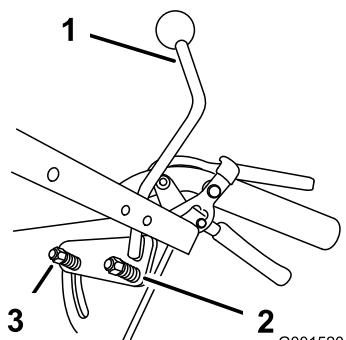

Bild 37
**Hinweis:** Falls die Neutral-Stellung nicht konsistent ist, prüfen Sie, ob beide Federn am Fahrgeschwindigkeitshebel unter dem Bedienfeld richtig angezogen sind, besonders die hintere Gelenkfeder. Wiederholen Sie die Einstellungen bei Bedarf (Bild 37).